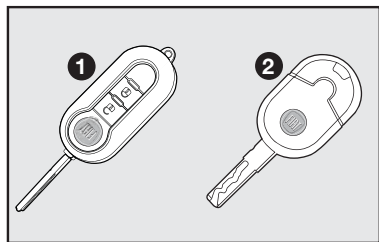

fig. 1
## CHAVES – fig. 1
Com o veículo são entregues, conforme versão, duas chaves **1–fig. 1** ou duas chaves **2–fig. 1**.
As chaves **1** ou **2–fig. 1** de uso normal no veículo são usadas para:
- abertura/fechamento das portas por meio do controle remoto (chave **1–fig. 1**).
Para a chave **2–fig. 1** está prevista a predisposição para instalação de controle remoto.